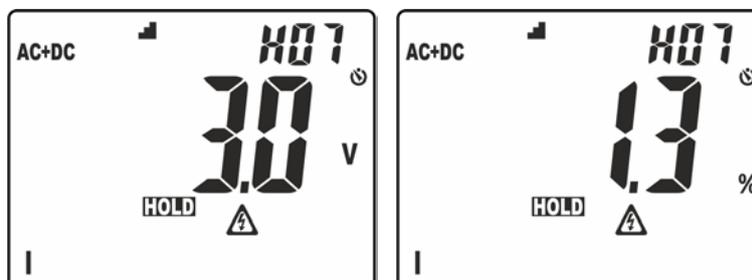

Fig. 4: Visualização da ordenação das amplitudes da análise harmónica
- Pressão prolongada do botão (pelo menos 2s) para ativar a função **H2O (Higher Harmonic Ordering)** de ordenação da amplitude dos harmónicos. Nestas condições, a função "HOLD" é automaticamente ativada, o símbolo " $\blacktriangle$ " aparece no display, a barra gráfica é desativada e o instrumento apresenta o valor das amplitudes de todos os harmónicos compreendidos entre a ordem 2 e a 25, por **ordem decrescente** a partir do harmónico de amplitude maior como se mostra na Fig. 4
No exemplo da Fig. 4 o harmónico de amplitude maior corresponde à ordem 7. Premir o botão  $\blacktriangle$  para observar as amplitudes dos restantes harmónicos e premir novamente o botão **H/H%/H $\blacktriangle$**  para passar à visualização dos valores absolutos ou em percentagem. Rodar o seletor para sair da função.